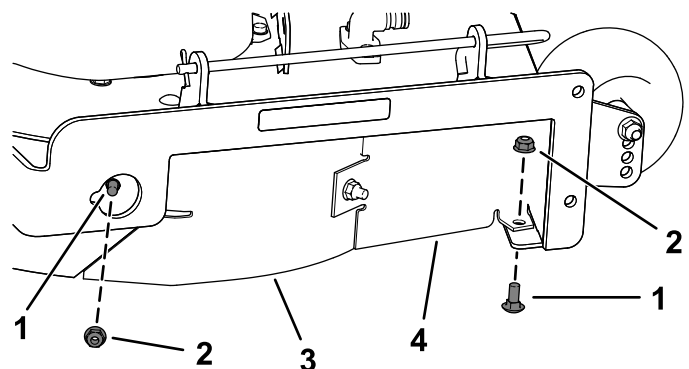

Figura 14
7. Îndepărtaai cele 2 uruburi de fixare (5/16" x 3/4") i cele 2 contrapiulie (5/16") care fixează deflectorul drept i protecția deflectorului pe puntea mainii de tuns iarba (Figura 14).